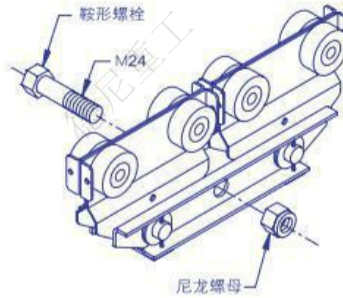

图6G. 在加强型葫芦小车上安装葫芦
6.19 如果葫芦吊钩太大，或悬挂装置不仅是吊钩，那么拆下葫芦小车上的螺栓，再安装悬挂装置。将螺栓插回到原位置。将尼龙螺母套到鞍形螺栓上拧紧（图 6G）。